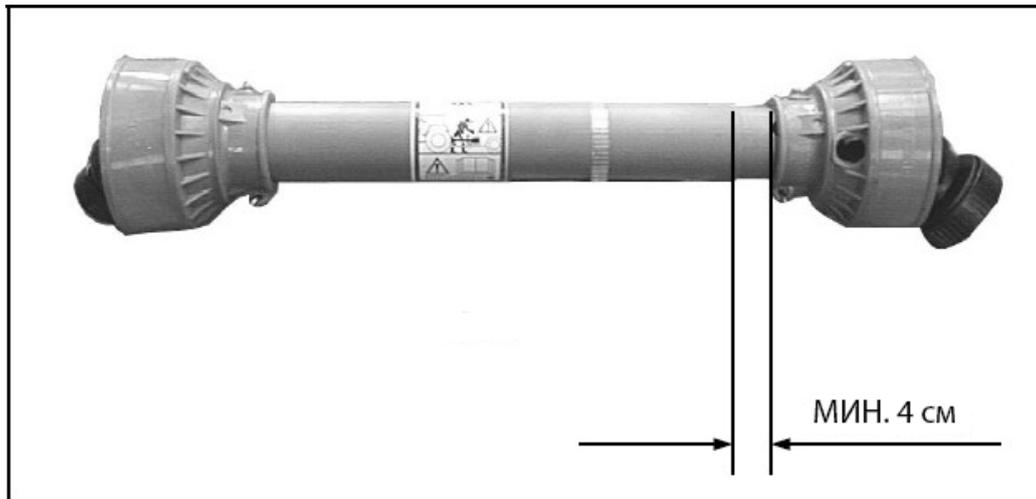

Рис. 2
- ➔ Убедитесь, что карданный вал в максимальном положении фиксации остается открытым не менее чем на 4 см (1,57 дюйма) (рис. 2).